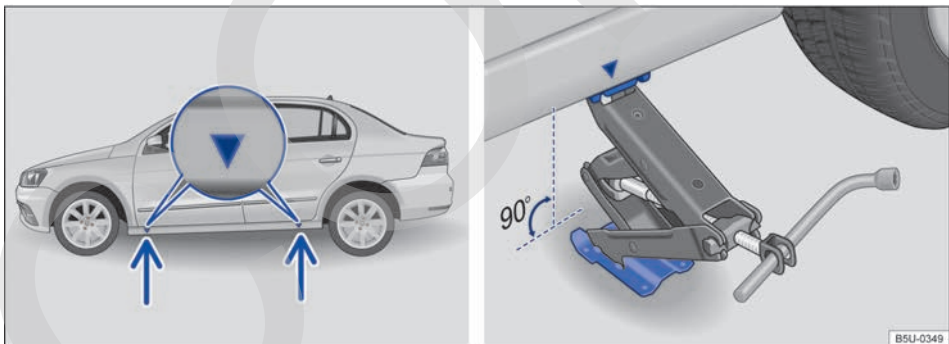

Fig. 143 Puntos de apoyo del gato y gato posicionado atrás en el lado izquierdo trasero del vehículo.
El gato únicamente puede ser posicionado en los puntos de apoyo indicados (marca en la carrocería) → fig. 143. Es válido el punto de apoyo ubicado próximo a la rueda correspondiente → ⚠.
7. Buscar debajo del vehículo el punto de apoyo del gato → fig. 143 más cerca de la rueda que se debe cambiar.
9. Garantizar que la base del gato, con toda su superficie, esté sobre el piso y que la base se encuentre perpendicularmente por debajo del punto de colocación → fig. 143.
10. Alinear el gato y, simultáneamente, levantar la garra del gato hasta que se encaje en el travesaño debajo del vehículo → fig. 143.
- Posicionar el gato únicamente en los puntos indicados. La garra del gato debe encajarse en el perfil del larguero de forma segura → fig. 143.